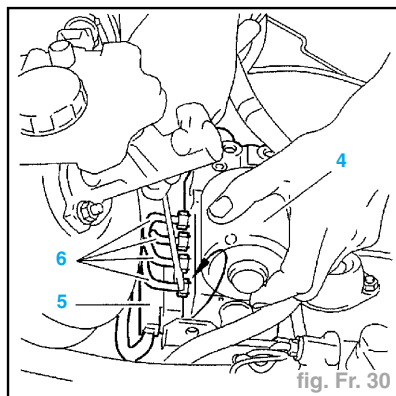

fig. Fr. 30
- Dégager le bloc hydraulique (4) de son support (fig. Fr. 30).
- le connecteur (5),
- les 4 tubes (6),
- le bloc hydraulique (4).